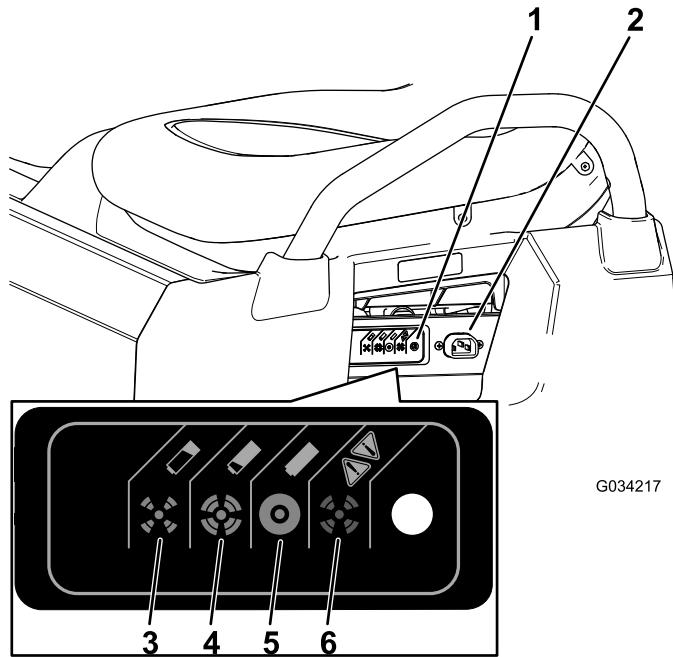

図 37
3. チャージャコードの太さは16 ゲージまたはそれ以上太いもので、長さは 2.5 m 以内を、マシンの充電ソケットに接続する 図 37。
充電状態を表す色の意味については、下の表と**図 37**で確認してください。